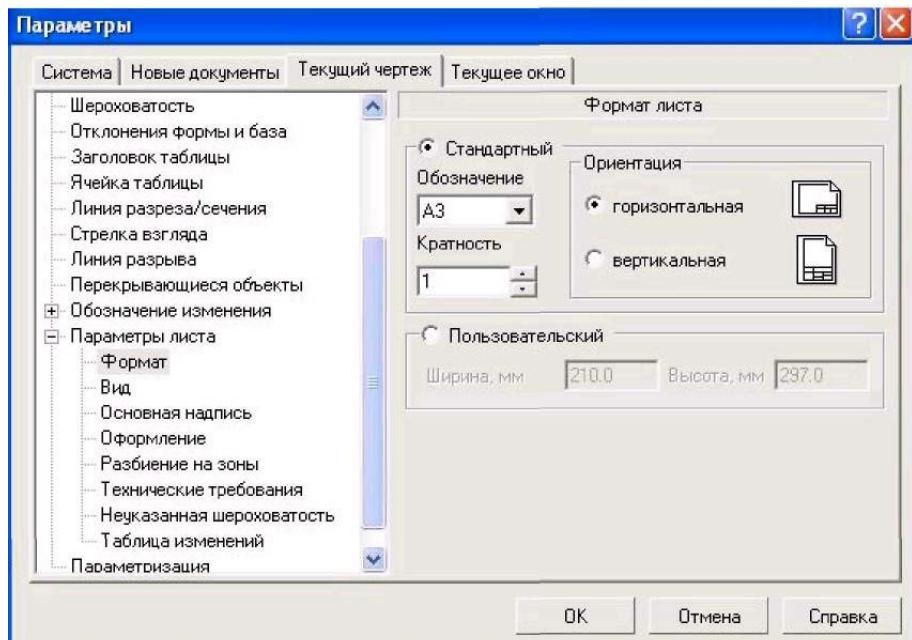

Рис. 1.13. - Диалоговое окно Параметры
2) в появившемся диалоговом окне «Параметры» выбрать строку **Параметры листа**, а затем строку **Формат** (рис. 1.13);